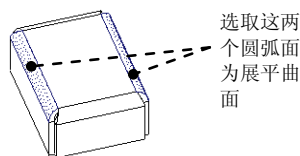

图 11.4.6 选取展平面
Step5. 确定要展平的折弯区域。在 **UNBENDSEL (展平选取)** 菜单中, 选择 **UnbendSelect (展平选取)** **Done (完成)** 命令, 然后在系统 **选取要展平的曲面或边。** 的提示下, 按住 **Ctrl** 键, 选取图 11.4.6 中的两个曲面为展平面; 再在 **FEATURE REFS (特征参考)** 菜单中选择 **Done Refs (完成参考)** 命令。